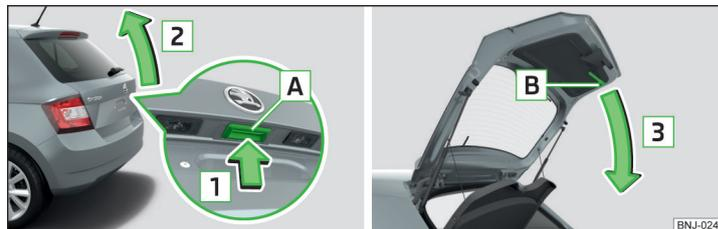

Fig. 37 Abrir/fechar tampa da bagageira
- > Para **abrir**, premir a tecla **A** no sentido da seta **1** » Fig. 37.
A tecla **A** » Fig. 37 é desativada durante o arranque ou a partir de uma velocidade superior a 5 km/h. Depois de parar e abrir uma porta, a tecla é novamente ativada.